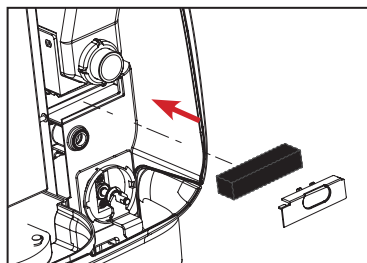

Рис. 2
1. Установите на место фильтр и его крышку. (См. рис. 2)